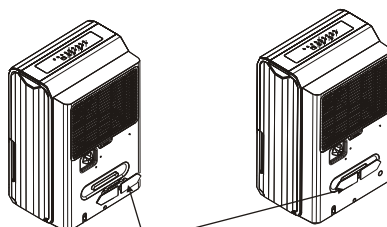

Imagen.3a
- ❶ Salida de la manguera de drenaje
- ❷ Rueda
- ❸ Cable de alimentación y enchufe
- ❹ Hebilla del cable de alimentación (colocado en el tanque de agua, que se utiliza sólo cuando el almacenamiento de la unidad. Instalado como indica la Fig.3a))
- ❺ Salida de la manguera de drenaje de la bomba (algunos modelos no tienen)
- ❻ Parrilla de la salida del aire
- ❼ Filtro de aire